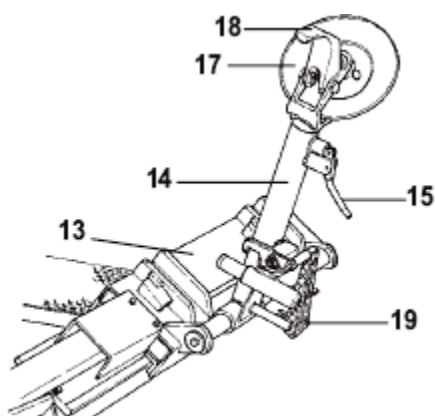

Рис. 8
- Рычаг 15 (рис.8), который позволяет переводить кронштейн снимающего рычага покрышки 14 (рис.8) из рабочего в не рабочее положение и обратно.
- Ручка 19 (рис.8), которая позволяет использовать либо отжимной ролик 17 (рис.8), либо снимающий рычаг 18 (рис.8).